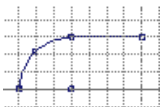

图 4.9.3 初步绘制
- (1) 在功能选项卡区域的“草绘”选项卡中单击“线”按钮  线。
- (2) 选取 Step2 中所绘制的圆弧的起点作为直线段的起点，在以直线段的起点水平向右四个栅格的位置选取一点作为直线段的终点。
- (3) 单击中键，结束直线段的绘制，到此完成初步绘制，如图 4.9.3 所示。